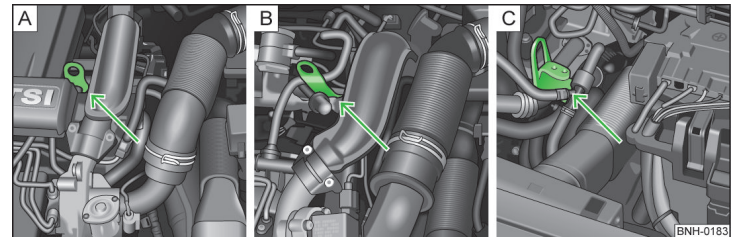

Abb. 135 Massepunkt des Motors: START-STOPP-System
- 1,2 l/63 kW TSI und 1,2 l/77 kW TSI Motoren » Abb. 135 - **A**
- 1,4 l/90 kW Motor » Abb. 135 - **B**
- 1,6 l/77 kW TDI CR Motor » Abb. 135 - **C**